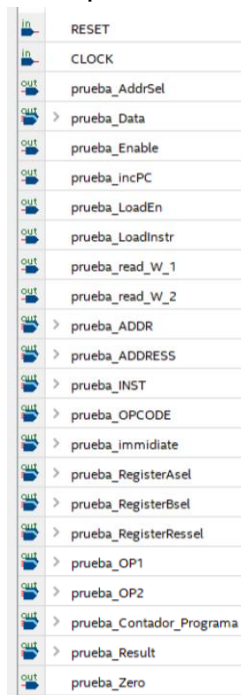

Figura 7. Señales del bloque **processor_design.vhd** en el diagrama de tiempo.
8. Proceda a colocar, en orden de prioridad, las señales en el diagrama de tiempo como se observa en la Figura 7. Puede filtrar por **Pins: all**.